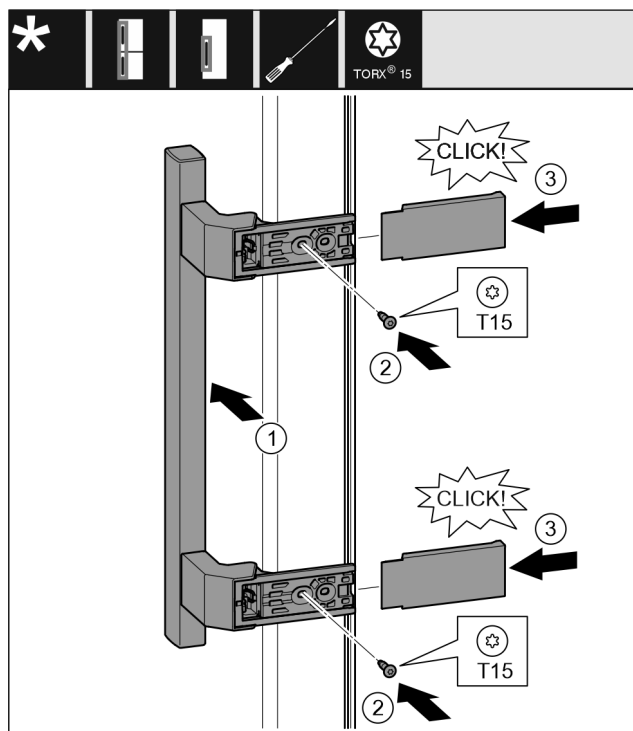

Fig. 23
- ▶ Pange käepide vastasküljel kohale. Fig. 23 (1)
- ▶ Keerake kruvid kruvikeerajaga T15 kinni. Fig. 23 (2)
- ▶ Pange katted küljel kohale ja lükake peale. Fig. 23 (3)